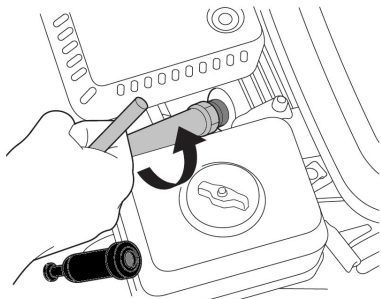

Рис. 42 Обслуживание свечи зажигания
1. Снимите со свечи зажигания колпачок высоковольтного провода и удалите грязь вокруг свечи зажигания (Рис. 42).